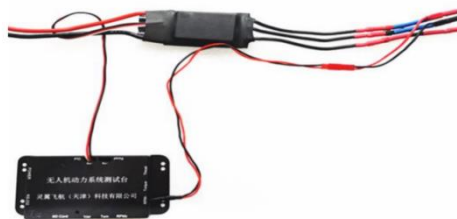

图2.2.2 信号线转接
2. 如图2.2.2所示，电机、电调与转速传感器必须安装牢固，电调连接线在固定时需要保持松弛，不能与测试主轴产生拉扯，否则会影响拉力的测拉量（据实验显示，电机线的硬连接会使拉力误差达到200g以上）。